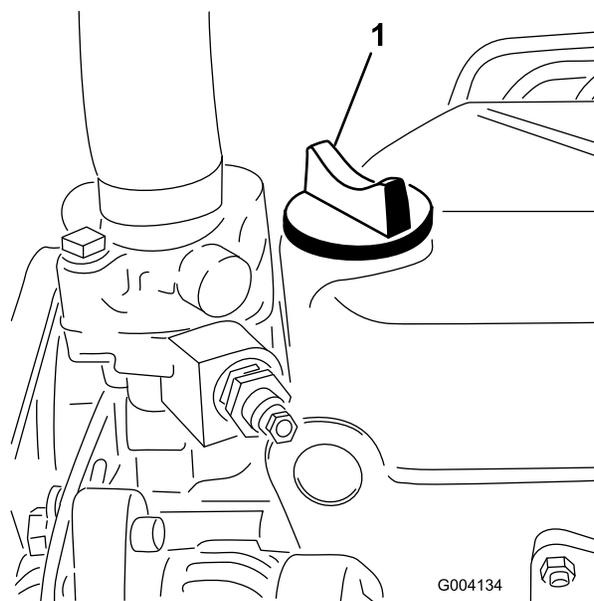

Figura 22
5. Se il livello dell'olio non raggiunge la tacca di pieno, togliete il tappo di riempimento (Figura 22) e rabboccate con olio fino a portarlo al segno Full sull'asta di livello. **Non riempite troppo.**